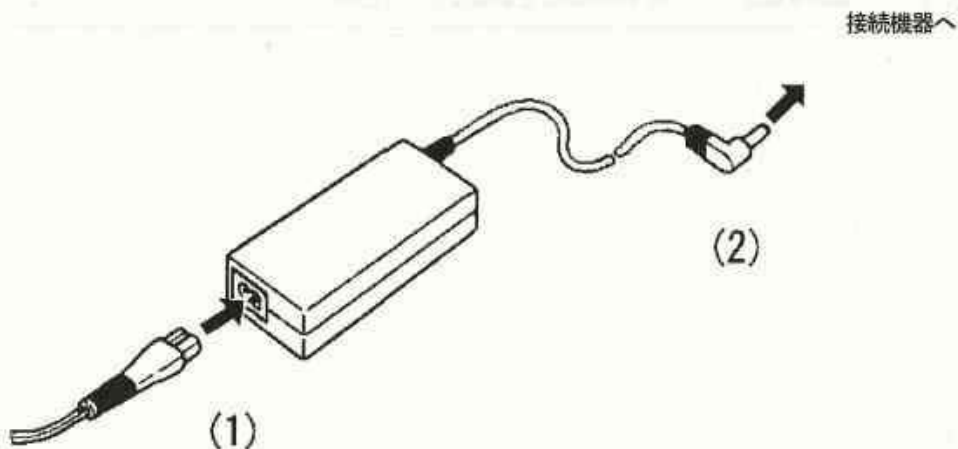

図4-5 ACアダプタ
- (1) 本器の電源が“OFF”になっていることを確認します。
- (2) ACアダプタのAC電源コネクタにACケーブルを接続してください。(図4-5 (1) 参照)
- (3) ACアダプタのDCジャックを接続機器(ハンディサーチ/プリンタ)に接続してください。(図4-5 (2)参照)
- (4) ACアダプタのACケーブルをコンセントに差し込みます。